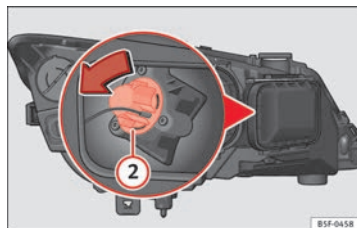

Fig. 188 Lámpara de luz intermitente.
- Gire el portalámparas ⇒ fig. 188 ② a la izquierda y tire.